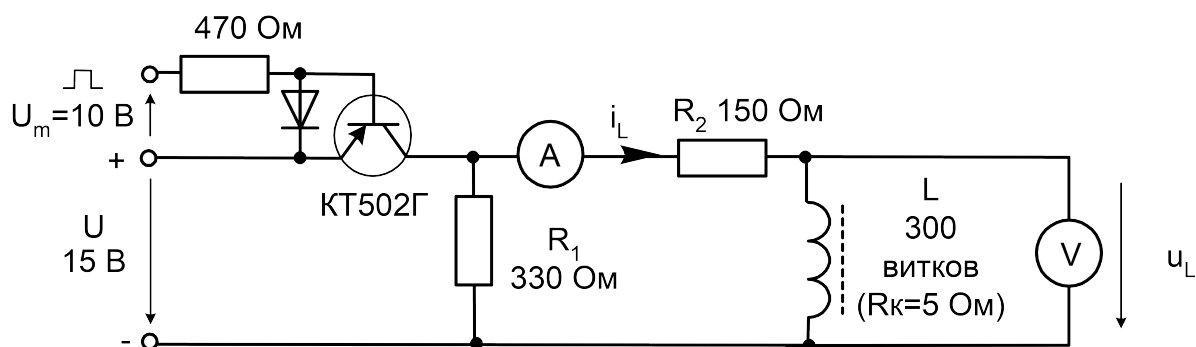

Рисунок 7.1 – Принципиальная схема лабораторной работы
2. Соберите цепь согласно схеме (рис.7.1), включив в неё вместо изображенных измерительных приборов соответствующие гнезда коннектора.